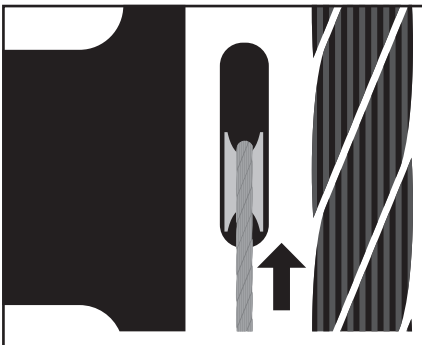

Fig. 10
4. Faire avancer le câble en acier vers le haut (Fig. 10).